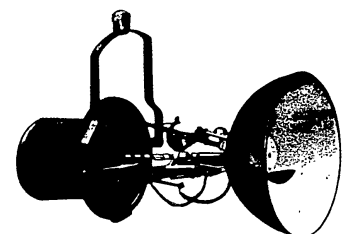

Fig. 6
- 2) Lampes fonctionnant avec charbons partiellement ou complètement cuivrés (voir fig. 6).